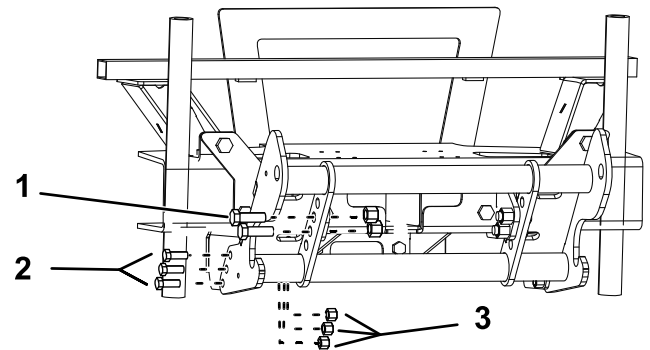

Figura 6
- Sujete la viga de empuje a la placa de protección como se muestra en la Figura 6.